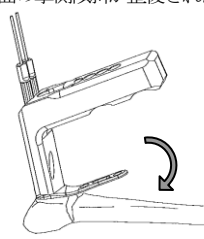

図3
- 3) ターゲティングガイドをしっかりと把持し、プレートを橈骨骨幹部へ押さえて調整します。(図3)